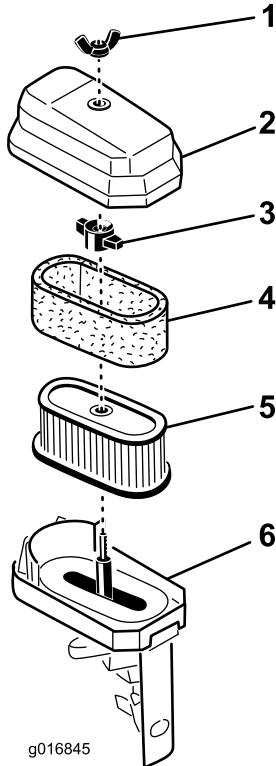

**Figure 32**
- Nettoyez soigneusement le couvercle (Figure 32 et Figure 33).